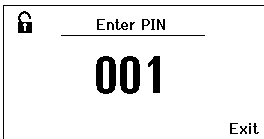
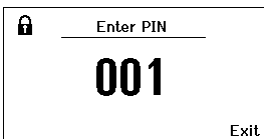

Fig. 26
Fig. 27
3. Ajustar el código de bloqueo deseado con tres dígitos (entre 001-999) mediante el selector giratorio (5) (véase la Fig. 26).
4. Confirmar el valor pulsando la tecla Enter (6).
El bloqueo está activado (en la pantalla aparecerá un candado (27), véase también la Fig. 27).